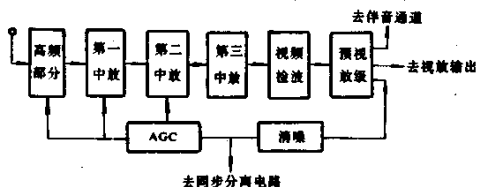

图 2-2-4 通道部分电路方框图
(2) 公共通道部分：包括图像中频放大器、视频检波、混频放大器等，如图 2-2-4 所示。